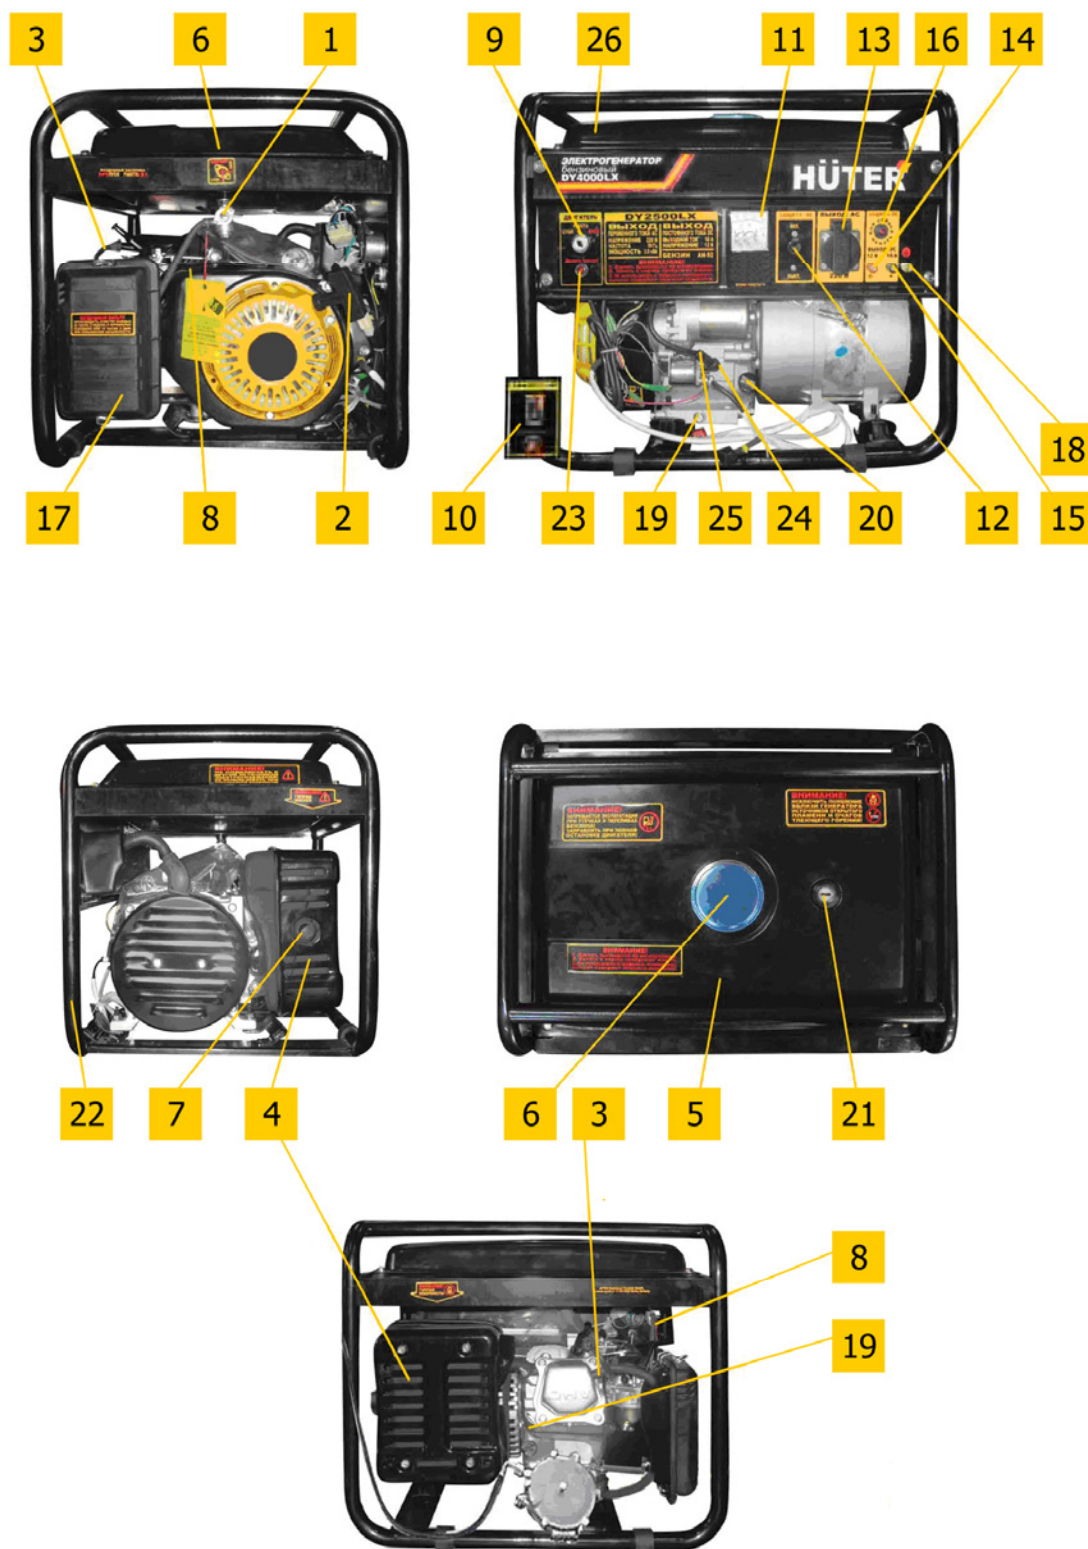

Рис. 1
- Вывинтить щуп (поз.20 рис.1) и залить в картер масло соответствующего типа (таблица 2) до нижнего края горловины. Вставить чистый сухой щуп в горловину картера и вынуть его. Проверить уровень масла: граница смоченной области щупа должна располагаться между отметками минимального и максимального уровней.
- При установке генератора следует подключить к резьбовой клемме (поз.18 рис. 1) проводник заземляющего устройства, удовлетворяющего требованиям раздела «Обеспечение требований безопасности».
- Отключить все потребители переменного тока от генератора, переведя рычаг автоматического выключателя (поз. 12 рис. 1) в отключенное положение «0», отсоединить потребители постоянного тока от клемм (поз. 14, 15 рис. 1).
- Открыть топливный кран (поз. 1 рис. 1, см. также рис. 3)
- Перевести рычаг управления воздушной заслонкой (поз. 8 рис. 1) в крайнее левое положение при пуске холодного двигателя и в промежуточное положение при пуске прогретого двигателя
- Перевести выключатель двигателя (поз. 9 рис. 1) в отключенное положение «0».
- Плавно вытянуть до упора трос ручного стартера за ручку (поз. 2 рис. 1) и вернуть в исходное положение (см. также рис. 2).
- Перевести выключатель двигателя (поз. 9 рис. 1) во включенное положение «1».
- Если двигатель не запускается, следует изменить положение рычага воздушной заслонки, сдвигая его вправо тем больше, чем выше температура двигателя и окружающего воздуха, затем повторить пуск с помощью стартера. Включение электрического стартера производится поворотом ключа выключателя (поз.9 рис.1) в крайнее правое положение «пуск». Сразу после пуска двигателя отпустить ключ для обеспечения его самовозврата в среднее положение. При срабатывании защиты (поз.26 рис.1) нажать сброс после остывания автоматического выключателя.
- При работе на бензине после прогрева двигателя в течение времени около 10-40 секунд, в зависимости от начальной температуры, перевести рычаг заслонки (поз. 8 рис. 1) в крайнее правое положение, если при этом двигатель работает неустойчиво вернуть рычаг заслонки (поз. 8) в прежнее положение и обеспечить завершение прогрева.
- Подключить к разъемам генератора потребители, соответствующие требованиям раздела «Обеспечение требований безопасности». Полная мощность (сумма активной и реактивной мощностей) всех подключаемых потребителей в стационарном режиме не должна превышать значений номинальной мощности, указанных в Таблице 1. Не допускается длительное превышение номинальной мощности более, чем на 10% свыше номинального значения. Включить автоматический выключатель (поз. 12 рис. 1), установив его рычаг управления в положение «1».
- При работающем генераторе отключить автоматический выключатель (поз. 12 рис. 1), отсоединить потребители постоянного тока от клемм.
- Закрыть топливный кран (поз. 1 рис. 1).
- 6.1 Наличие и величина напряжения переменного тока индицируется и измеряется вольтметром (поз. 11 рис. 1).
- 6.2 Причиной отсутствия напряжения при работающем генераторе может служить срабатывание автоматических выключателей защиты цепей от перегрузки (поз. 12, 16 рис.1). В этом случае следует устранить причину перегрузки и нажать кнопку или клавишу сброса соответствующего автоматического выключателя после его остывания.